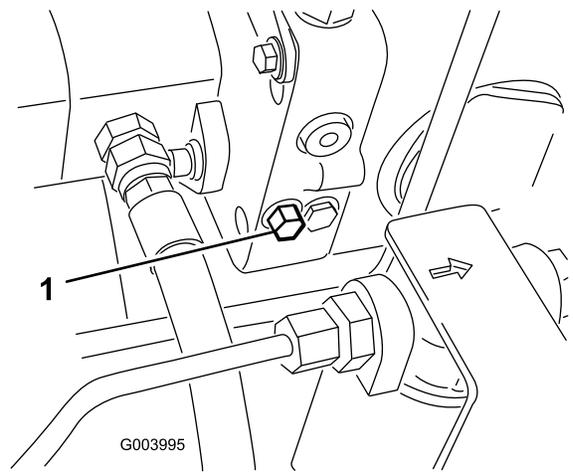

图36
1. 旁通阀位于静液压泵的左侧（图36）。将螺栓旋转 1-1/2 圈，打开旁通阀并允许油在内部分流。由于液体被分流，机器可以缓慢移动，而不会损坏传动装置。